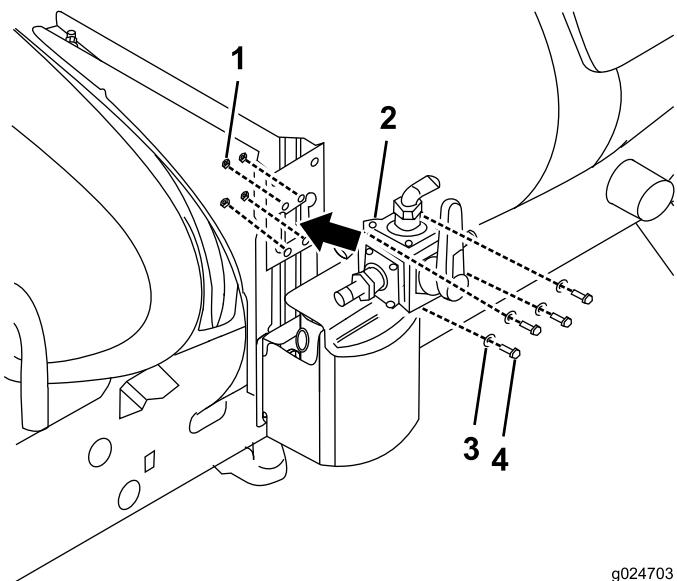

Figura 16
1. Valvola a quattro vie 3. Rondella (4)
2. Bullone (4)
3. Installate la valvola a quattro vie sul gruppo attacco valvola con 4 dadi di bloccaggio (6 mm) (Figura 16).